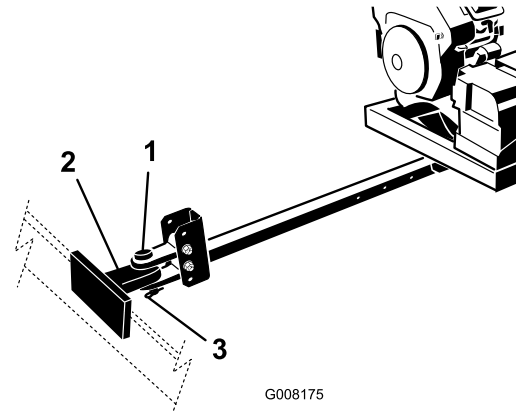

Figura 5
4. Collegate l'uncino dell'attacco di traino del soffiatore all'attacco di traino del veicolo trainante con il perno e l'uncino di traino (Figura 5).